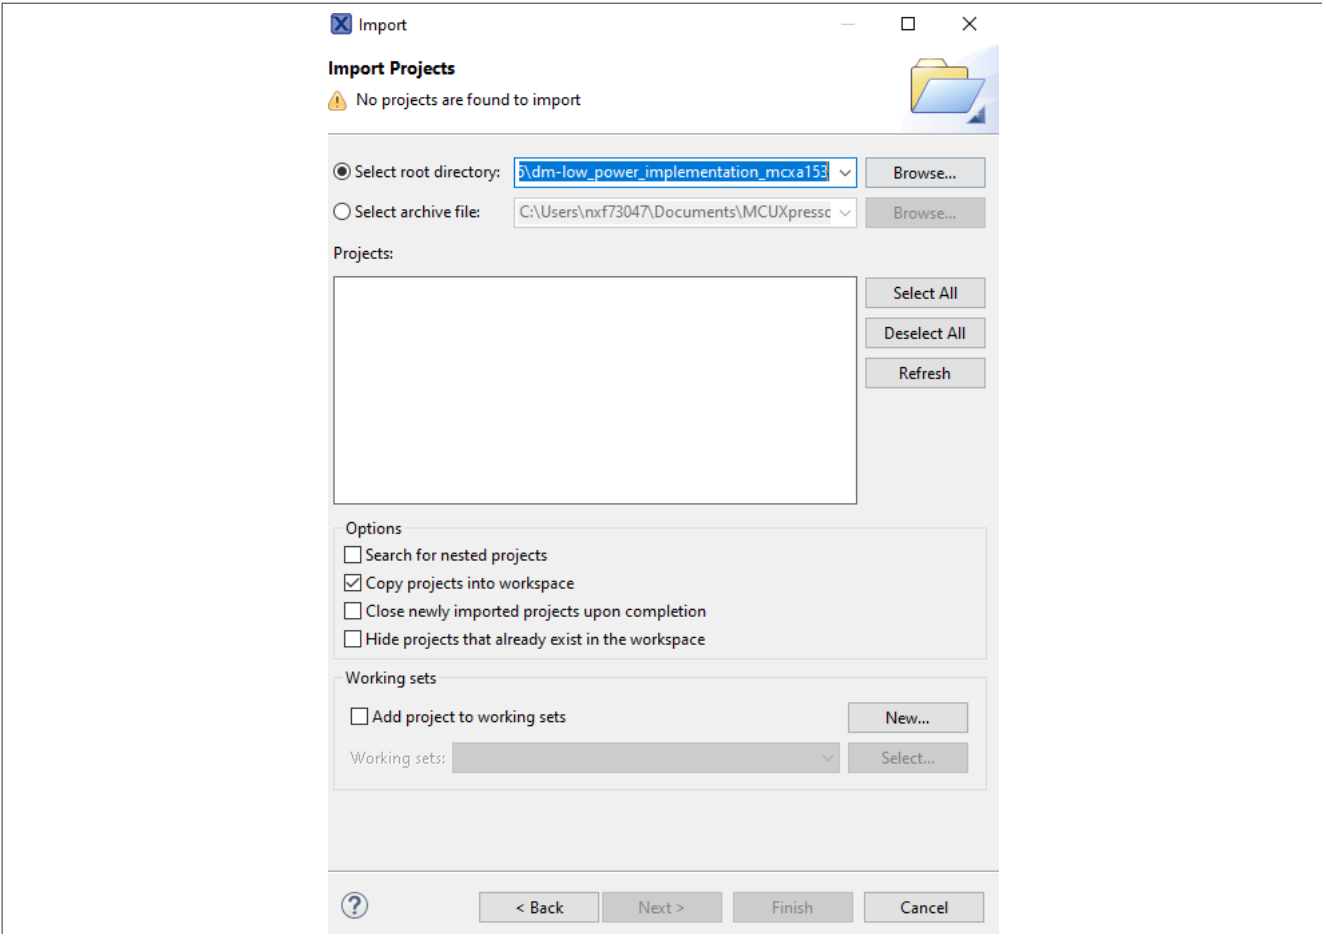

图8. PMSM演示的板连接
6. 单击**Browse**，选择已下载软件压缩包的本地路径，如图8所示。